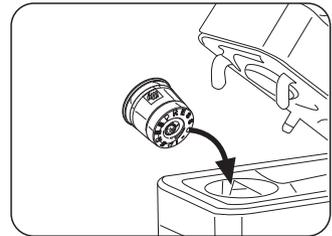

Fig. 8
- Soulever lentement vers l'arrière (jusqu'à l'arrêt) le levier de commande (1) (Fig. 7) et introduire une capsule dans l'espace prévu (Fig. 8)